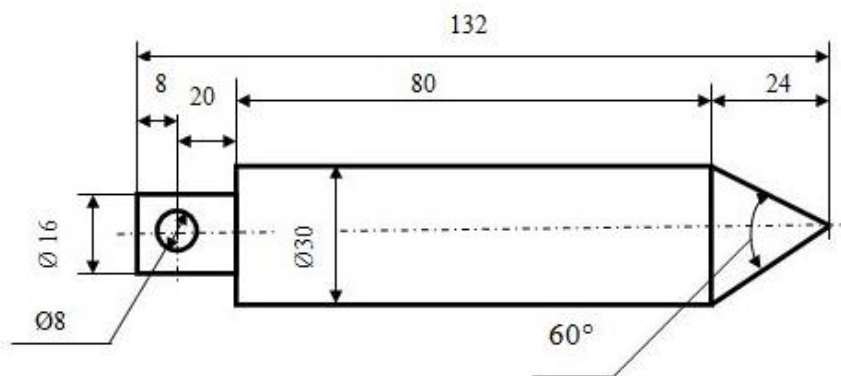

Рис. 1. Отвеса
1. По чертежу выточить стержень с резьбой для сборки разъемных соединений (рис.1.).
3. Предельные отклонения всех размеров (длины, выступов, длины и диаметра отверстия заготовки) $\pm 0,5$ мм, по диаметру $\pm 0,1$ мм (рис. 1).